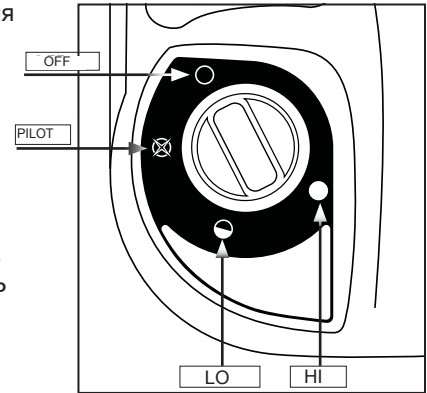

Рисунок 1: Ручка настройки
- Убедитесь, что имеющая четыре положения ручка настройки находится в положении OFF (Выкл); см. рисунок 1.
- После того, как панель горелки приобретет ярко-оранжевый цвет, регулируйте теплоотдачу поворотом ручки настройки в желаемое положение (LO (НИЗКАЯ МОЩНОСТЬ) или HI (ВЫСОКАЯ МОЩНОСТЬ) Рисунок 1.